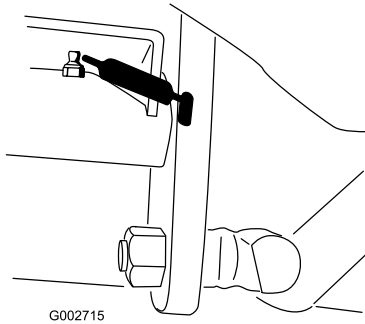

Figure 20
- Pivot de pédale de déplacement (1) (Figure 20)